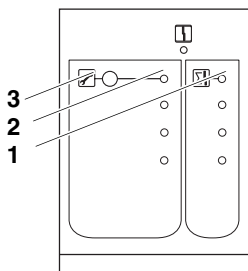

Рис. 2 Фронтальная панель функционального модуля FM 448
Если в текущий момент времени возникла неисправность в системе управления или в сопряженных с ней элементах, то на функциональном модуле FM 448 загорается светодиод "Общее сообщение о неисправности" (рис. 2, поз. 1).
- Удерживайте нажатой кнопку "Техническое обслуживание/подавление сигнала" (рис. 2, поз. 3) до загорания светодиода "Техническое обслуживание/подавление сигнала" (рис. 2, поз. 2) для того, чтобы временно (максимум на 2 часа) отключить подсоединенное сигнальное устройство.
Если специалист отопительной фирмы включил функцию "Техническое обслуживание", то на функциональном модуле FM 448 загорается светодиод "Техническое обслуживание/подавление сигнала" (рис. 2, **поз. 2**).
Вы можете выключить функцию "Техническое обслуживание" повторным нажатием кнопки (рис. 2, **поз. 3**) .